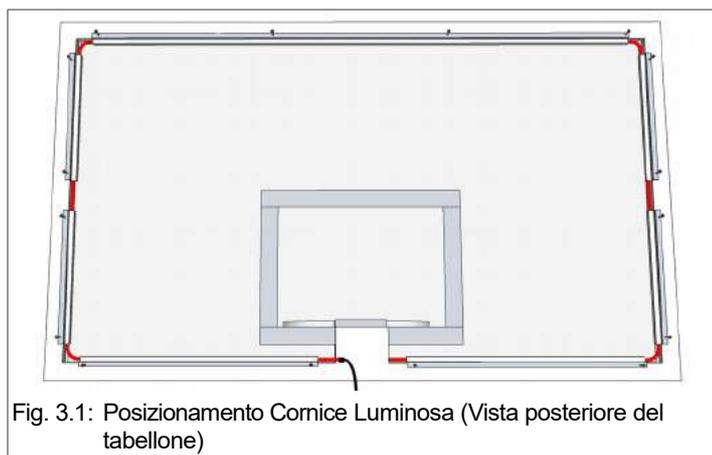
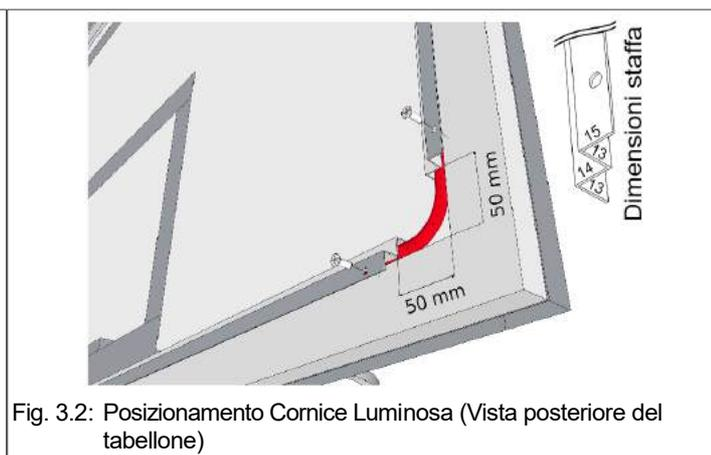

Fig. 3.1: Posizionamento Cornice Luminosa (Vista posteriore del tabellone)
Fig. 3.2: Posizionamento Cornice Luminosa (Vista posteriore del tabellone)
La Cornice Luminosa va posizionata dietro il cristallo trasparente del tabellone in modo da percorrere il bordo esterno come in Fig. 3.1. La Cornice Luminosa andrà fissata con le staffe e viti fornite in dotazione come in Fig. 3.1 e Fig. 3.2. Durante l'installazione è bene verificare che:
- Agli angoli del tabellone vi siano circa 5 cm di spazio libero dalle staffe per permetterne una corretta curvatura (Fig. 3.2).